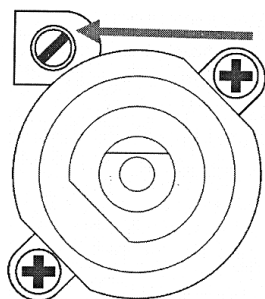

Figura 4
- b) prin orificiile în panoul de comandă întoarceți șurubul de reglare a robinetului (este amplasat în partea laterală vezi Figura 4) în sensul de mișcare a acelor de ceasornic și până la capăt;